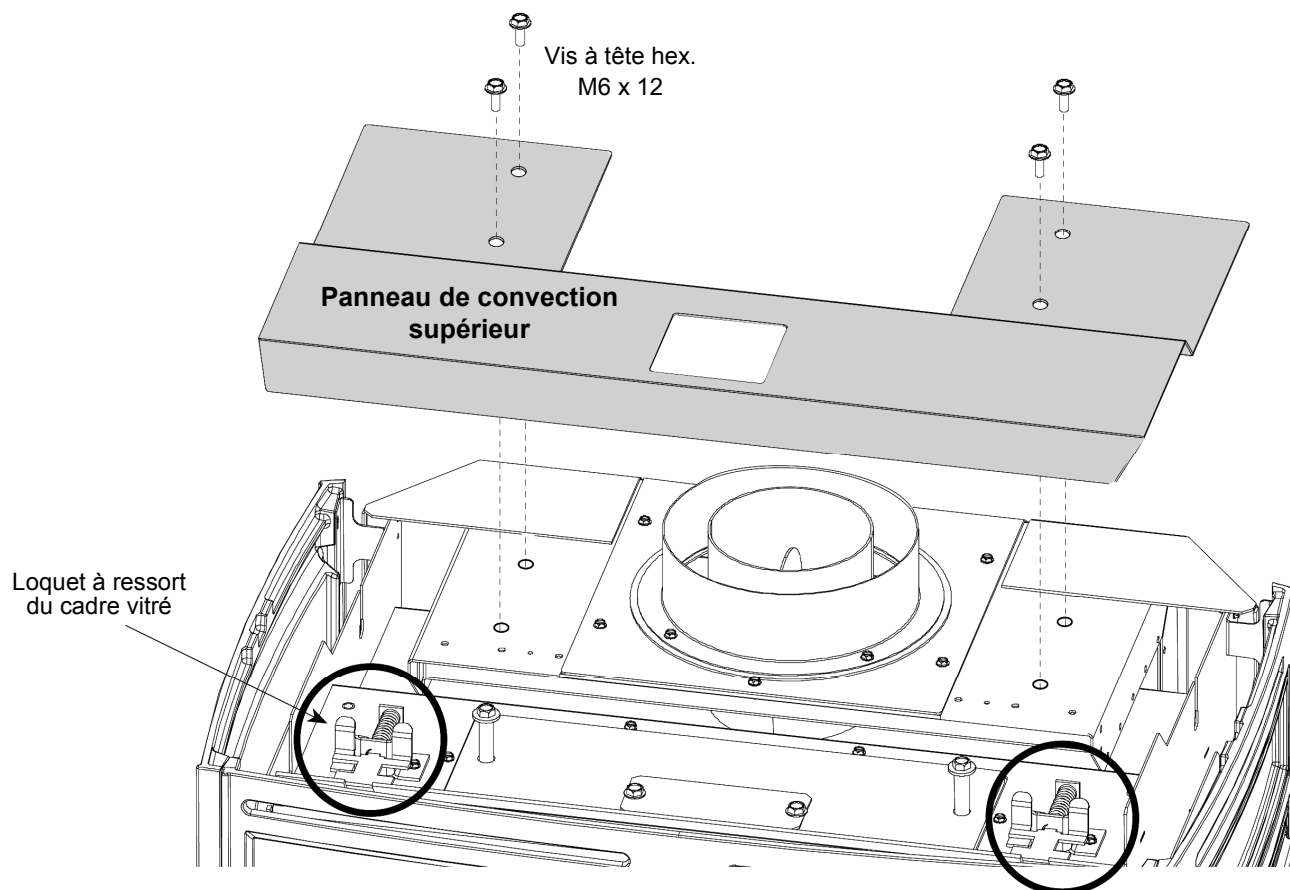

Figure 2. Retirez le panneau de convection supérieur et désengagez les loquets du cadre vitré
- a) Avec une clé 10 mm, retirez les 4 vis à tête hex. et retirez le panneau de convection supérieur du haut de la chambre de combustion. Voir fig. 2.
- b) Retirez le cadre vitré en désengageant les deux loquets à ressort situés au-dessus de la chambre de combustion, tel que montré à la figure 2. Tirez chaque poignée vers l'avant pour dégager les loquets des encoches du cadre, et soulevez le cadre bien à la verticale pour le retirer du poêle.